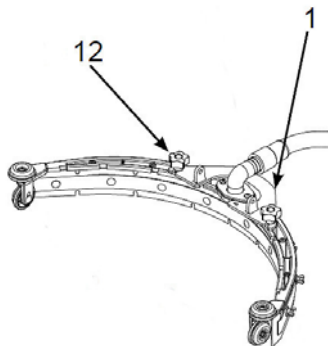

Abb. 12: Einsetzen der Saugleiste
Schritt 3: Setzen Sie die 2 Zapfen (Pos.12, Abb.12) der Saugleiste in die dafür vorgesehenen Schlitze in der Halterung (Pos.1, Abb.12) der Saugleiste.